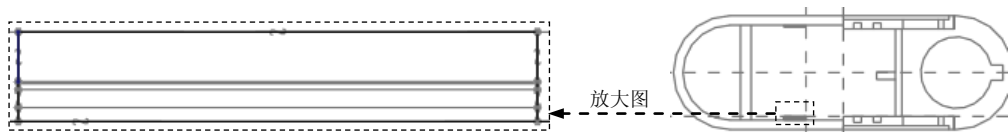

图 19.18 截面草图
(3) 进入草绘环境后, 选取 MOLD_RIGHT 基准平面和 MOLD_FRONT 基准平面为草绘参考, 利用“使用边”命令绘制图 19.18 所示的截面草图(截面为一矩形)。完成特征截面的绘制后, 单击“草绘”操控板中的“确定”按钮 。
(4) 将坯料的遮蔽取消。
(5) 设置深度选项。